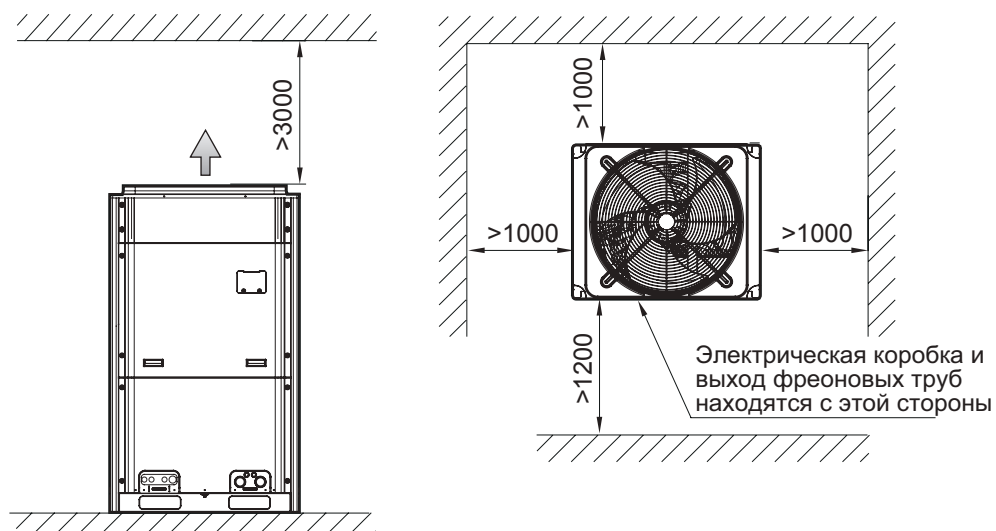

Рис. 11.3.
11.1.6. Требования по размещению одиночных наружных блоков согласно рис. 11.3.